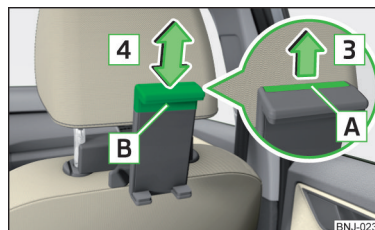

Рис. 88
- Для **регулювання розміру тримача** витягніть запобіжну пластину **A** в напрямку стрілки **3** і посуньте частину **B** в напрямку стрілки **4** в бажане положення » Рис. 88.